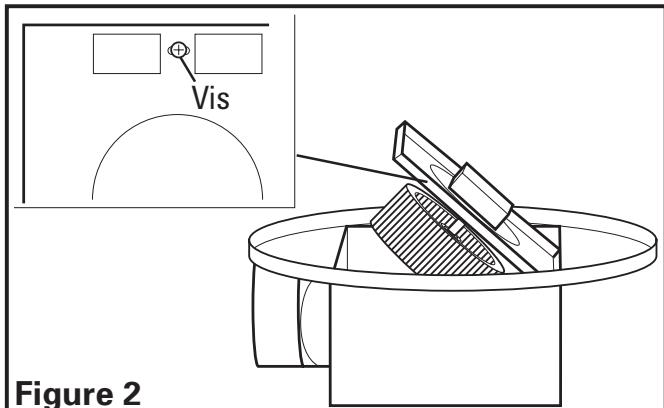

Figure 2
- Enlever l'assemblage du venturi du ventilateur, lequel est fixé en place avec une vis au travers du venturi. Conserver l'assemblage du venturi dans la boîte jusqu'au besoin pour assurer de ne pas le perdre ou l'endommager. (**Figure 2**).